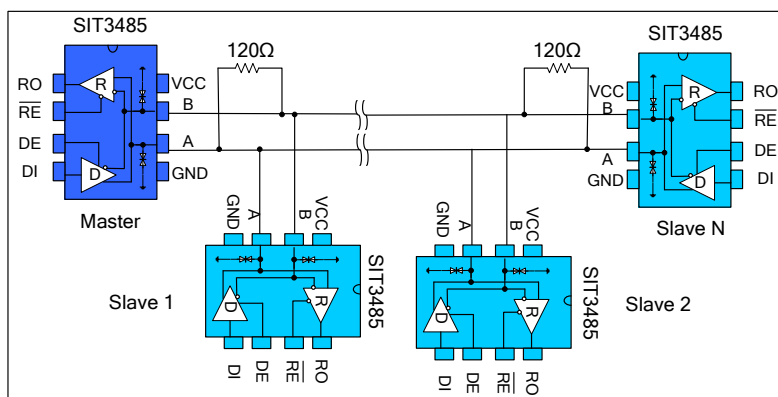

图 11 总线式 RS485 半双工通讯网络
**5.1 总线式组网:** SIT3485 RS485 收发器设计用于多点总线传输线上的双向数据通信。图 11 显示了典型网络应用电路。这些器件也能用作电缆长于 4000 英尺的线性转发器, 为减小反射, 应当在传输线两端以其特性阻抗进行终端匹配, 主干线以外的分支连线长度应尽可能短。